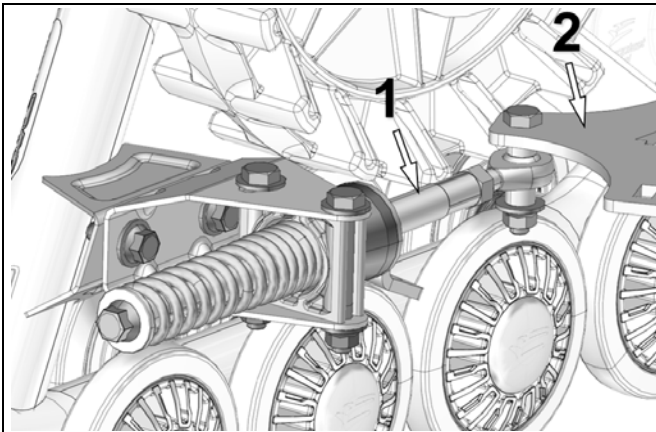

Abbildung 12
- Der Stabilisierungsarm (1) muss am vorderen, am Fahrzeug angebrachten Verankerungsbügel (2) montiert werden. Siehe Abbildung 12.